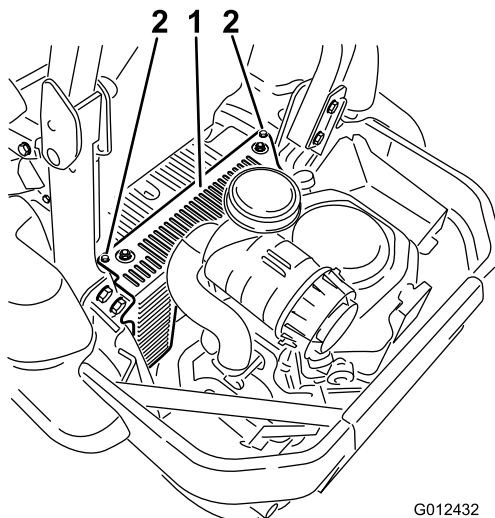

Figura 51
3. Rimuovete la copertura dell'unità idraulica e i relativi 2 bulloni (Figura 51). Questa operazione vi garantisce accesso alla candela anteriore.
5. Installate la copertura sinistra dell'unità idraulica (Figura 51).